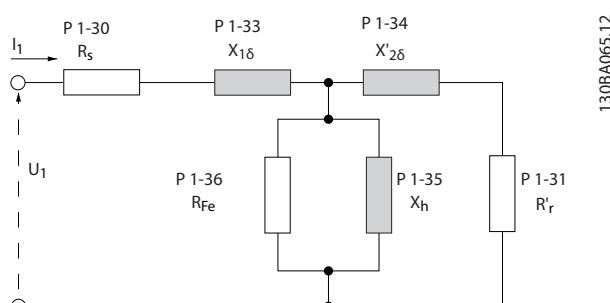

Ilustración 3.6 Diagrama equivalente del motor para un motor asincrónico
Un simple control del valor de la suma $X_1 + X_h$ se efectúa dividiendo la tensión del motor línea a línea por la raíz cuadrada (3) y dividiendo este valor por la intensidad del motor sin carga. $[V_L-L/\sqrt{3}]/I_{NL} = X_1 + X_h$, consulte la Ilustración 3.6. Estos valores son importantes para magnetizar adecuadamente el motor. Esta comprobación se recomienda encarecidamente en los motores de ocho o más polos.
| Size related* | [0.0400 - 400.0000 Ohm] | <p>Ajuste la reactancia de fuga del estátor del motor utilizando uno de los siguientes métodos:</p> <ul style="list-style-type: none"> Ejecute un AMA en un motor frío. El convertidor de frecuencia mide el valor del motor. Introduzca manualmente el valor de X₁. Consulte este valor al proveedor del motor. Utilice el ajuste predeterminado de X₁. El convertidor de frecuencia selecciona el ajuste basándose en los datos de la placa de características del motor. <p>Consulte la Ilustración 3.6.</p> <p>AVISO!</p> <p>El valor del parámetro se actualiza tras cada calibración del par si se selecciona la opción [3] 1st start with store o la opción [4] Every start with store en el parámetro 1-47 Calibrac. de par baja veloc..</p> <p>AVISO!</p> <p>Este parámetro solo es relevante para el ASM.</p> |
| Size related* | [0.0400 - 400.0000 Ohm] | <p>Ajuste la reactancia de fuga del rotor del motor utilizando uno de los métodos siguientes:</p> <ul style="list-style-type: none"> Ejecute un AMA en un motor frío. El convertidor de frecuencia mide el valor del motor. Introduzca manualmente el valor de X₂. Consulte este valor al proveedor del motor. Utilice el ajuste predeterminado de X₂. El convertidor de frecuencia selecciona el ajuste basándose en los datos de la placa de características del motor. <p>Consulte la Ilustración 3.6.</p> |